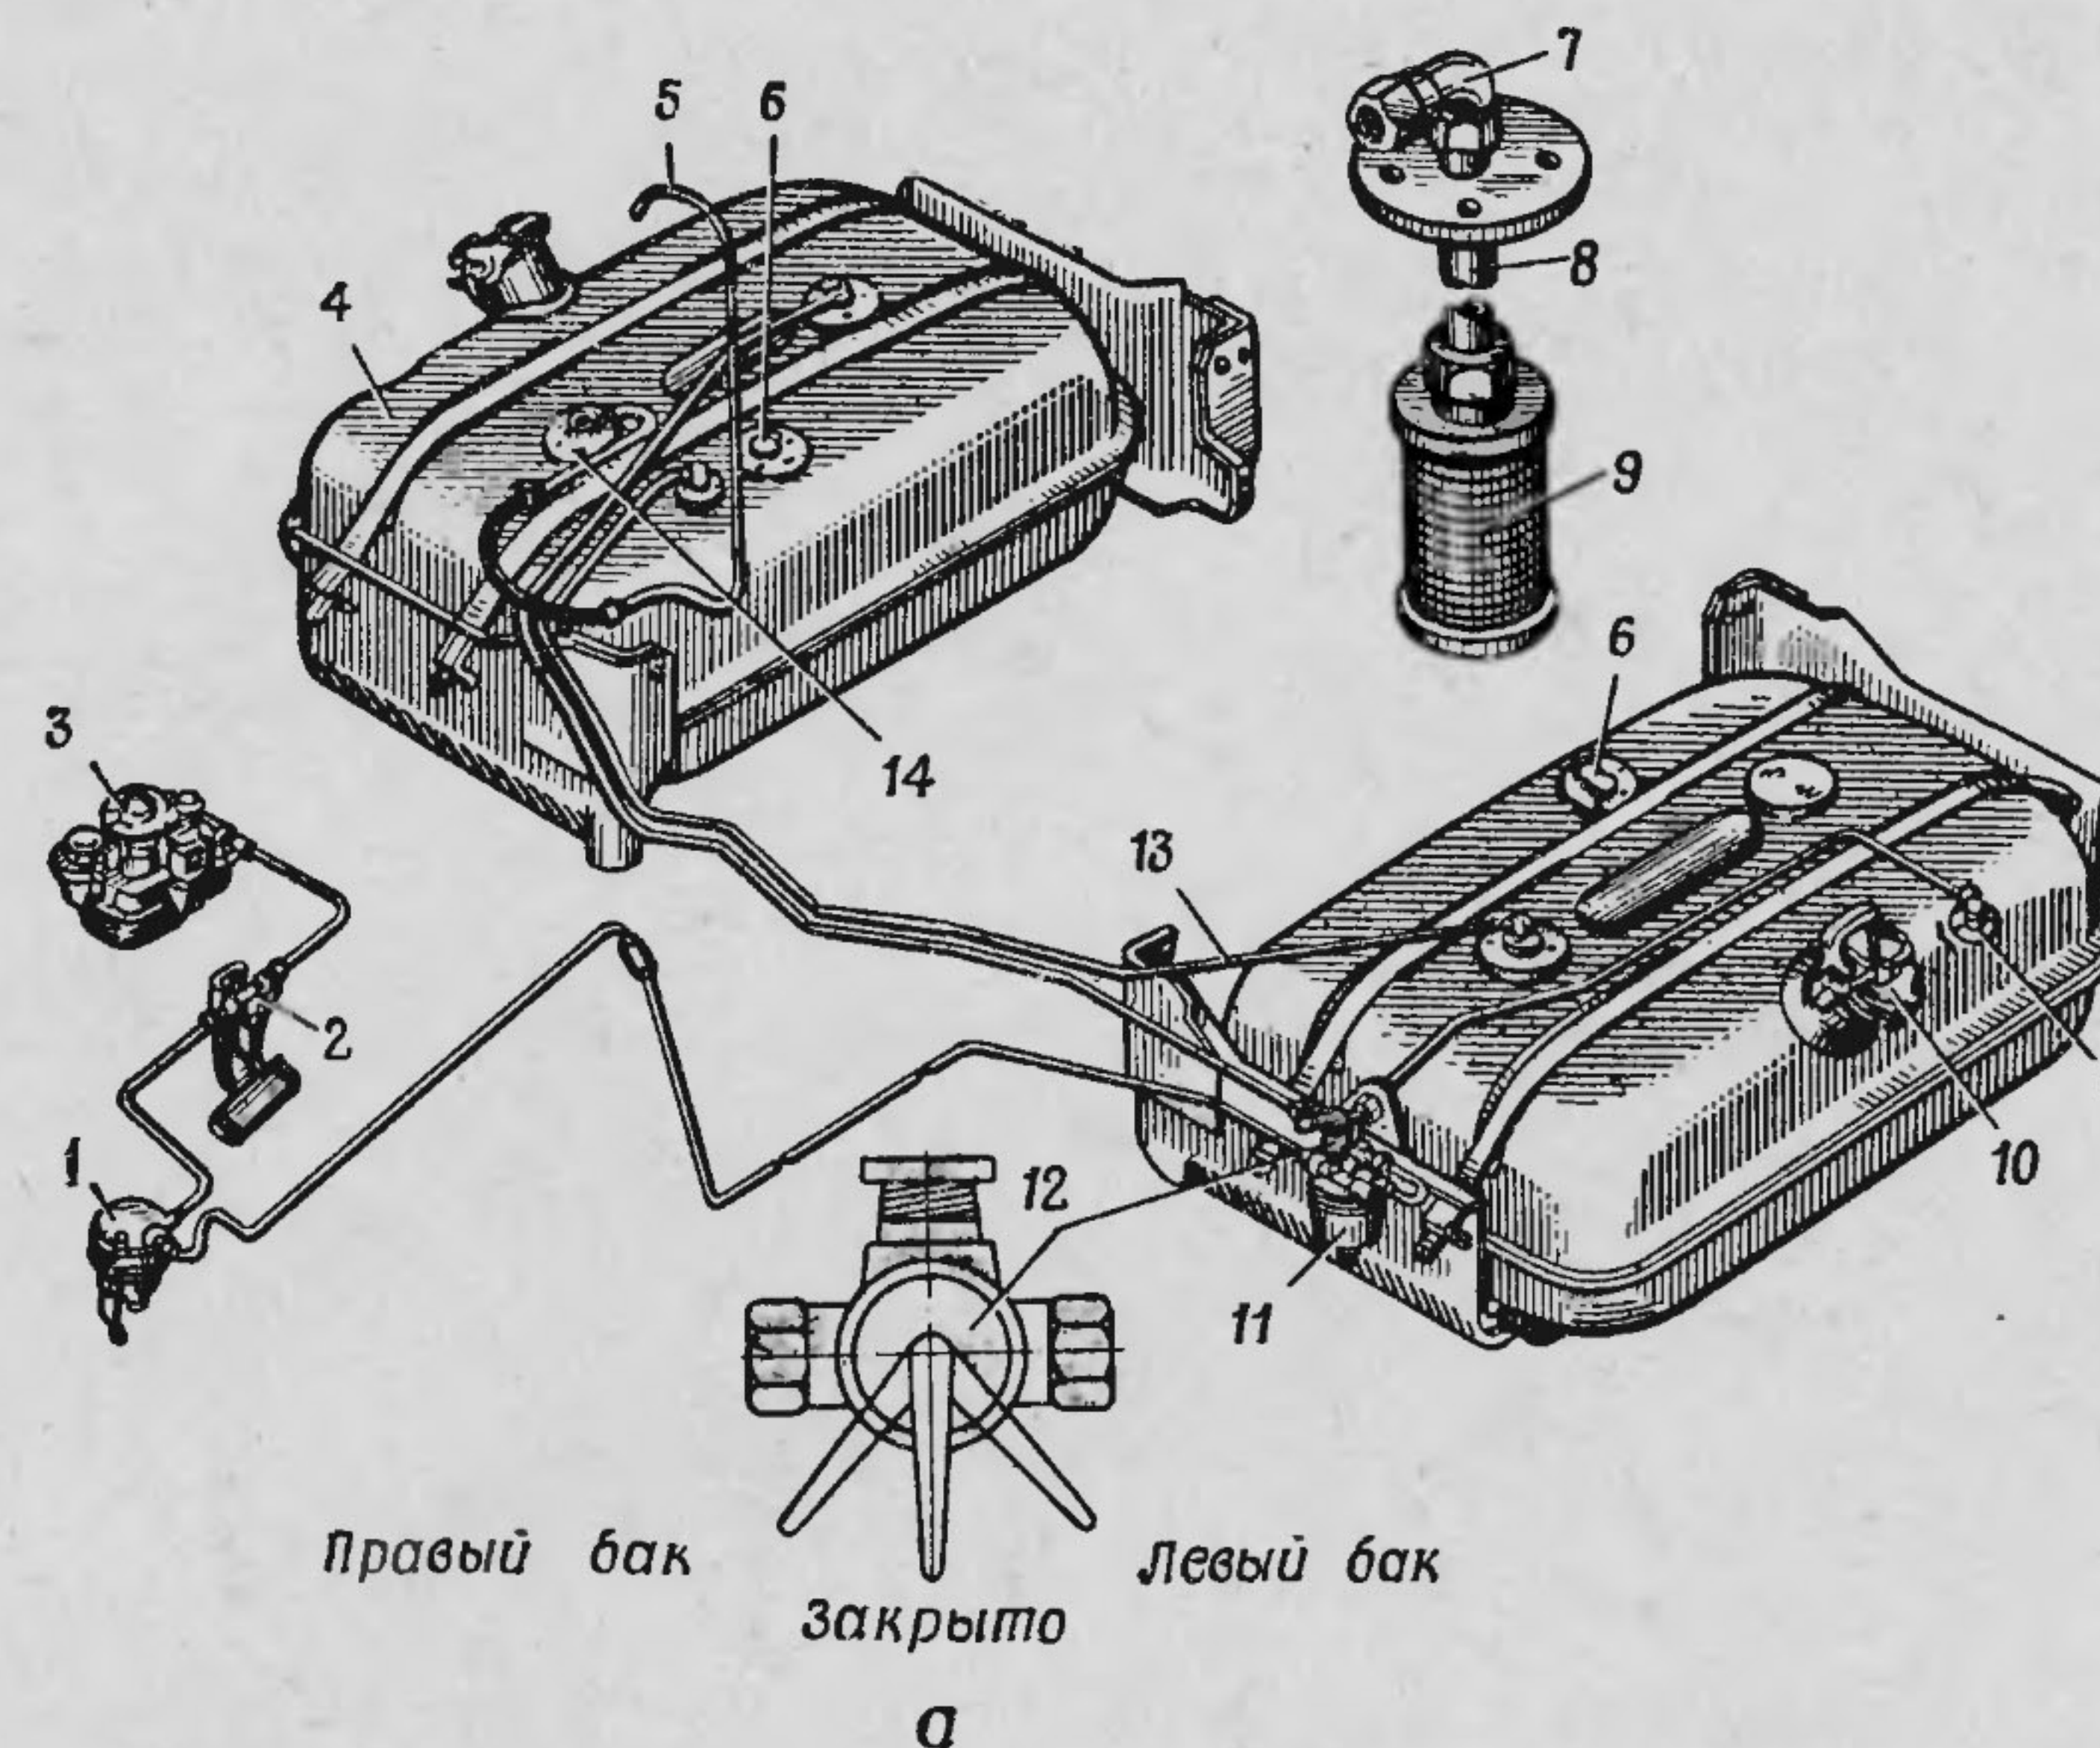

Рис. 22. Приборы системы питания:
3. На автомобиле ЗИЛ-131 проверить работу воздушных клапанов (рис. 22) топливного бака и при необходимости промыть их.
2. На автомобиле ЗИЛ-131 промыть воздушные клапаны топливного бака, продуть трубку клапанов и соединительную трубку 13 (рис. 22) баков.